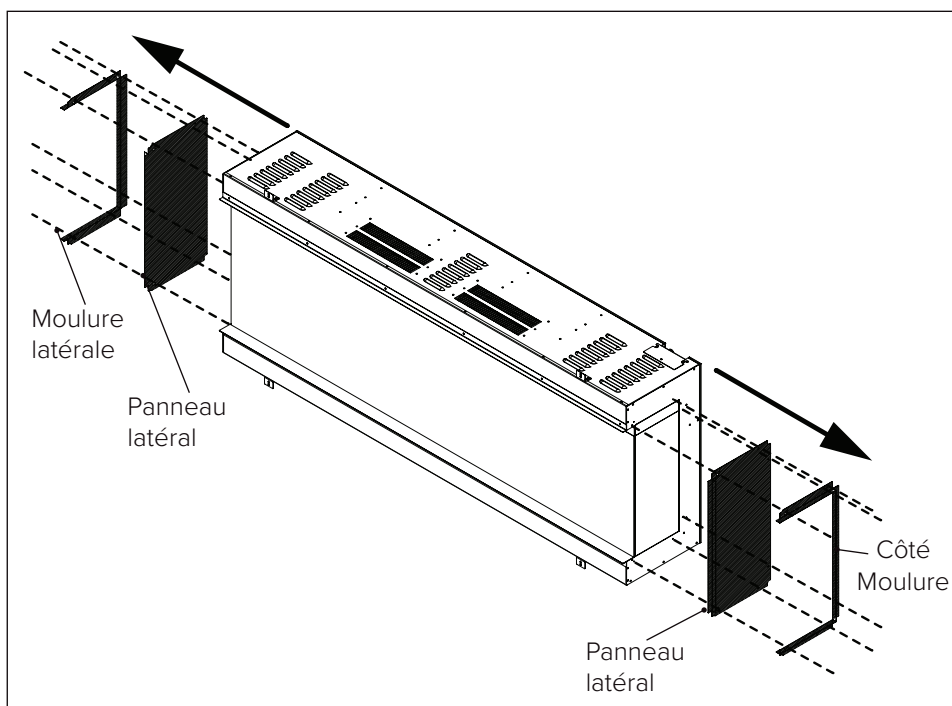

Fig. 3
3. Retirez les garnitures latérales et les panneaux latéraux des deux côtés de l'appareil en retirant les 12 vis (**Fig. 3**). Mettez de côté les garnitures latérales, les panneaux latéraux et les vis.